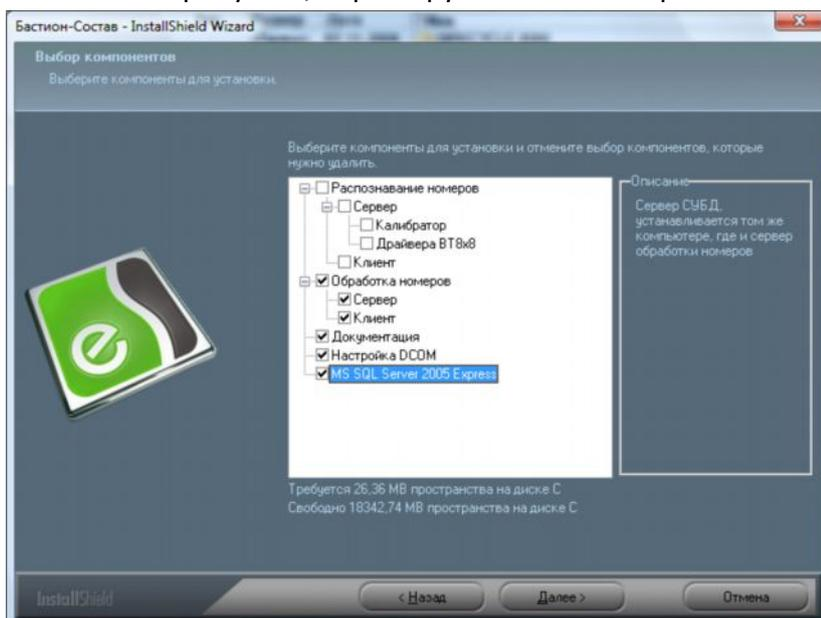

Рис. 5 Установка сервера обработки номеров
1. Выбрать серверные компоненты сервера обработки номеров (сервер). Если на этом же ПК планируется установка СУБД MS SQL Express 2005 (рекомендуется), то необходимо выбрать и установку СУБД (Рис. 5).